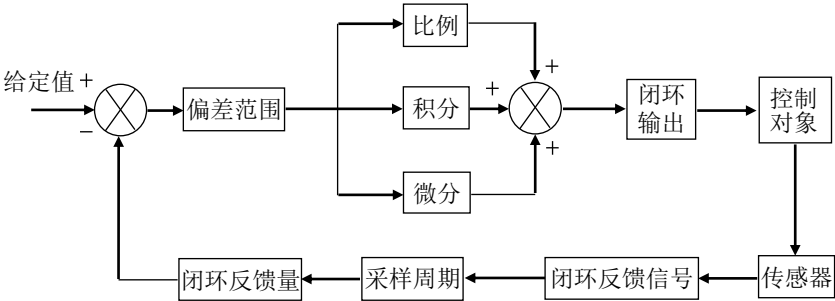

图 6-35 单一 PID 运行
- 当 FA-00=0 时,为单一 PID 运行,如图 6-35 所示: